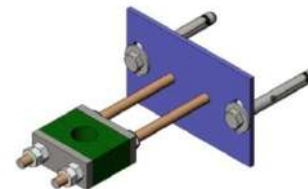

fig. 13
- Un support guide de tige est recommandé tous les 1,5 m d'extension (fig. 13).
- Un support guide de tuyau est recommandé tous les 1,5 m d'extension (fig. 13).